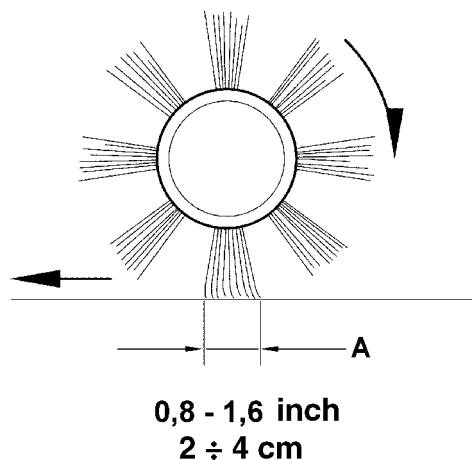
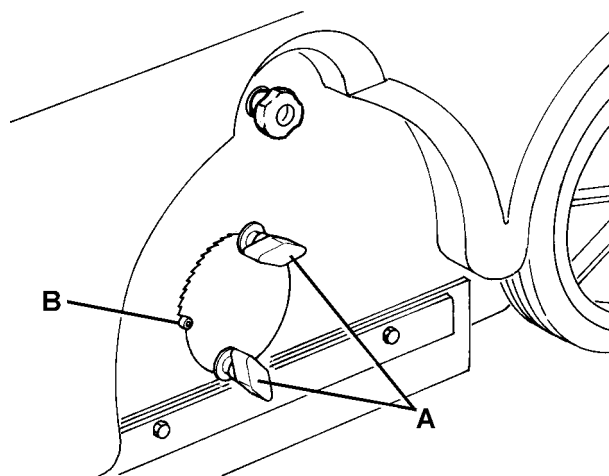
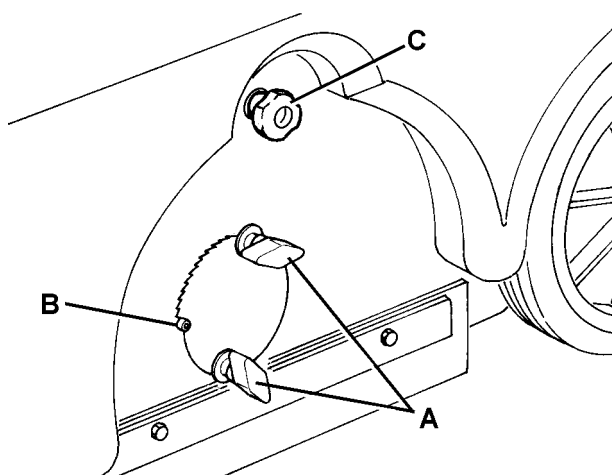

Figure 2
Figure 3
Figure 4
- Contrôler que la largeur de la trace (A, Fig. 2) laissée par le balai central est comprise entre 2 et 4 cm dans toute sa longueur.
- Au cas où la trace (A, Fig. 4) résulterait différente, procéder au réglage de la hauteur du balai, en procédant comme indiqué à partir du point 2.
2. Veiller à ce que la machine ne puisse pas bouger de façon autonome ; actionner le frein à pédale (26), si équipé.
3. Tourner la clé de contact (61) sur "0".
4. Desserrer les poignées (A, Fig. 3) sur les deux côtés de la machine.
5. Au moyen des poignées (A, Fig. 3) sur les deux côtés de la machine, déplacer l'index de variation de la hauteur (B) du balai central selon le besoin, puis serrer les poignées (A).
L'index (B, Fig. 3) devrait être placé dans la même position sur les deux côtés de la machine ; une différence de position de deux repères au maximum est admise, afin d'obtenir la trace (A, Fig. 2) de 2 - 4 cm définie au point 1.
1. Amener la machine sur un sol plat et activer le frein à pédale (26), si équipé.
2. Tourner la clé de contact (61) sur "0".
3. Desserrer les poignées (A, Fig. 4) sur les deux côtés de la machine.
4. Déplacer les index de variation de la hauteur (B, Fig. 4) du balai central jusqu'à porter le balai à la distance maximum du sol. Serrer les poignées (A, Fig. 4).
5. Ouvrir le coffre (7).
6. Desserrer la poignée (C, Fig. 4) sur le côté gauche de la machine.
13. Serrer la poignée (C, Fig. 4).